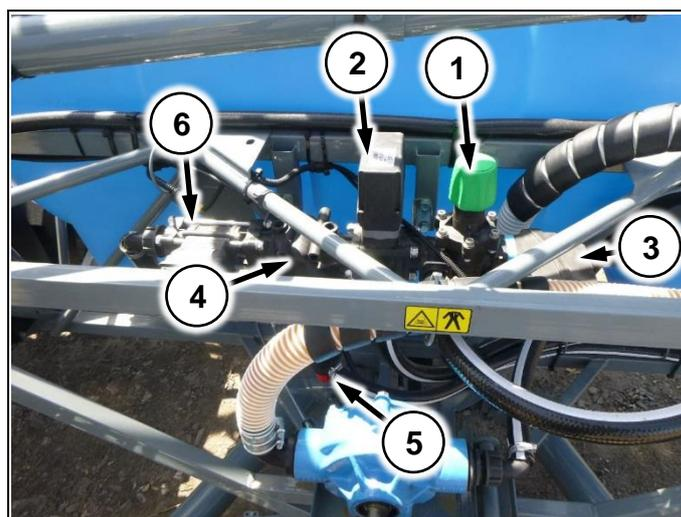
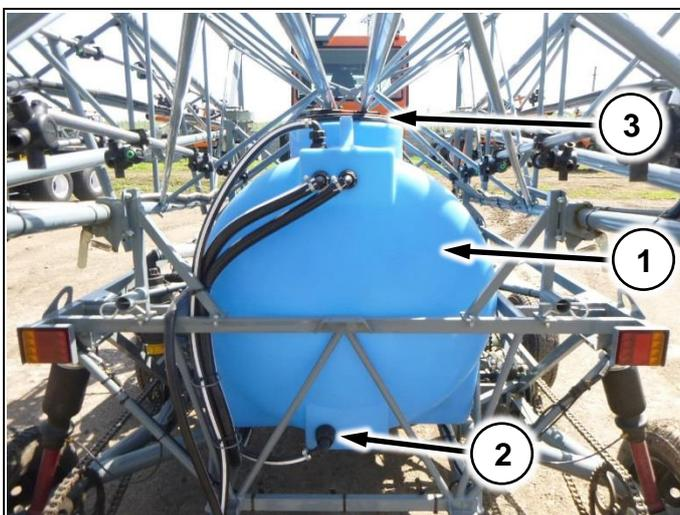

Рис. 41
Рис. 43
- (Рис. 41/1) – предохранительный клапан (байпас)
- (Рис. 41/2) – регулирующий клапан
- (Рис. 41/3) – главный клапан
- (Рис. 41/4) – фильтр тонкой очистки
- (Рис. 41/5) – кран для самоочистки фильтра тонкой очистки (подключен к гидромешалке)
- (Рис. 41/6) – расходомер
При работе большими расходами закройте кран на фильтре тонкой очистки (Рис. 41/5).
Предохранительный клапан (Рис. 41/1) настраивается на заводе на давление 6-7 атм. и не нуждается в регулировке.
В бак (Рис. 43/1) поступает вода и препараты при заправке опрыскивателя
Гидравлическая мешалка (Рис. 43/2) предназначена для обеспечения равномерной концентрации рабочей жидкости в баке. Включение/выключение мешалки осуществляется краном на фильтре тонкой очистки (Рис. 41/5)
Сетка (Рис. 45) предотвращает попадание инородных предметов в бак при заправке через заливную горловину (Рис. 43/3)
Предотвращает засорение форсунок от мелких частиц мусора. Расположен на гидравлическом распределителе хим. системы (Рис. 41/4)
2. Установите бак (Рис. 43/1) в специальную нишу на раме